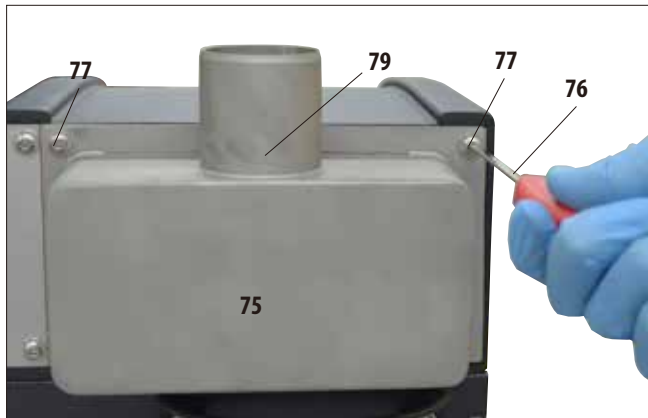
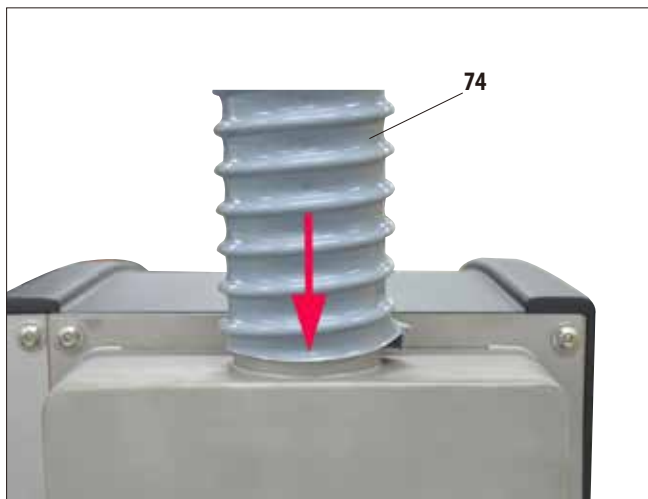

図 23
図 24
- ここで、排気ホース (74) の一方の先をフランジの上向きチューブ (図 23 の 79) に取り付け、できるだけ深く押し下げます (図 24)。